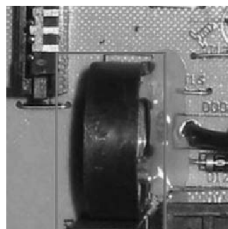

图 5-57 蜂鸣器
1) 首先检查 12V 电压是否正常。若 12V 电压正常，则检查蜂鸣器（见图 5-57）是否损坏。